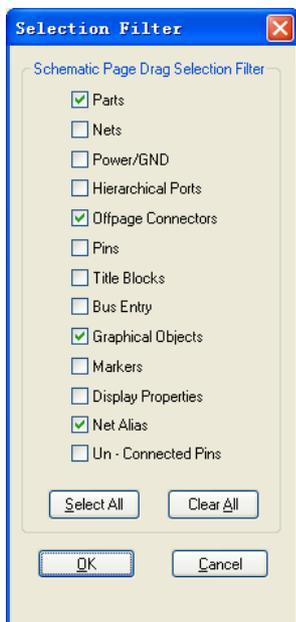

图 2-26 Selection Filter 设置框
① 选择执行 View→Selection Filter 子命令，屏幕上将出现图 2-26 所示 Selection Filter 设置框。
② 按照需要，使相关条目左侧勾选框内出现选中标志√，则在选择一个区域范围内的元素时，该区域范围内未出现选中标志√的那些条目对应的元素将不会被选中。
① 锁定元素的特点：Capture 软件提供了一种对电路图元素进行锁定的功能。对于锁定的元素，锁定的只是与该元素图形显示有关的特性。例如，若锁定一个元器件符号，则不能对该符号进行与图形显示有关的删除、移动等操作。但是可以进行复制操作，也可以修改其属性参数。
② 锁定电路元素的方法：选中一个或者多个电路元素后，选择执行 Edit→Lock 子命令，或者执行快捷中的 Lock 命令，则被选中的电路元素即处于锁定状态。